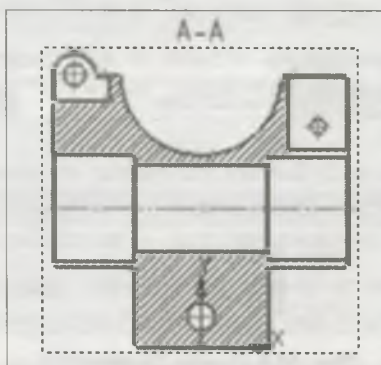

Рис. 24.7. Разрез А-А на чертеже **Захват**
- ◆ задайте точку привязки разреза. Для этого укажите положение точки мышью в графической области — создание вида будет завершено. В графической области появится изображение вида (рис. 24.7), а в **Дереве** чертежа — его пиктограмма и название. Этот разрез становится текущим.